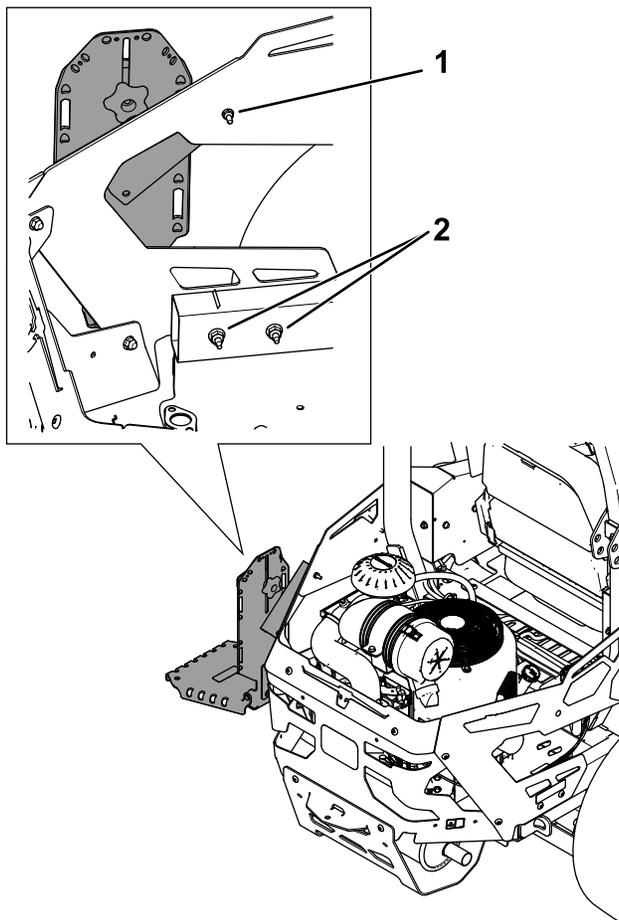
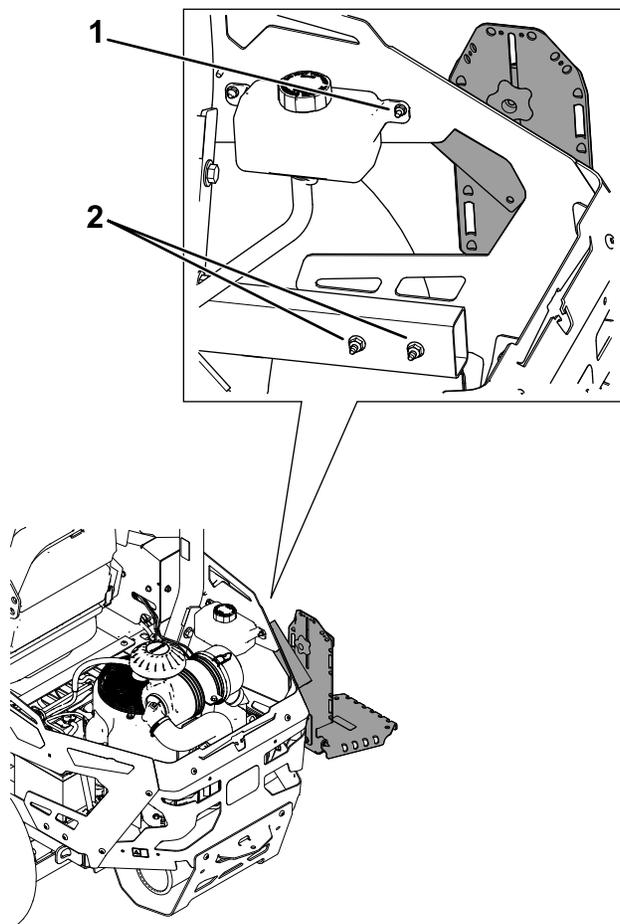

Figura 3
Figura 4
1. Fije el conjunto de montaje al protector lateral con 1 perno de cuello cuadrado ($\frac{1}{4}$ " x 1") y 1 tuerca ($\frac{1}{4}$ "), tal y como se muestra en la Figura 3 o en la Figura 4.
2. Fije la parte inferior del soporte principal al protector del motor con 2 pernos ($\frac{5}{16}$ " x 3") y 2 tuercas ($\frac{5}{16}$ "), tal y como se muestra en la Figura 3 o en la Figura 4.